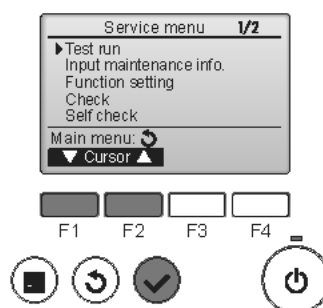

Fig. 8-1
- ① Selecione "Test run" (Testar funcio.) no menu Service (Assistência) e, em seguida, prima o botão [OK]. (Fig. 8-1)